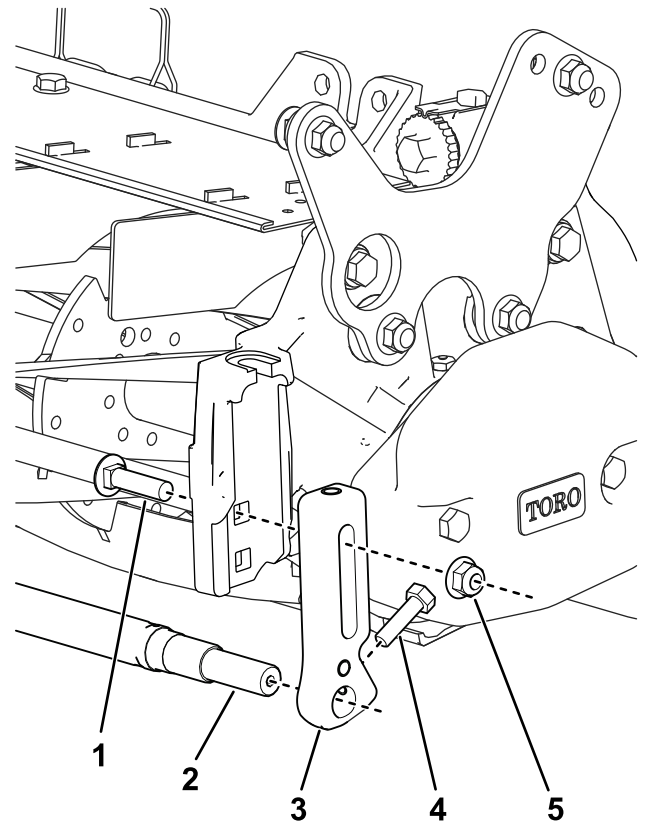

Figure 39
2. À l'aide des boulons de carrosserie et contre-écrous, montez les supports de hauteur de coupe avant dans le trou supérieur de la plaque latérale (Figure 39).